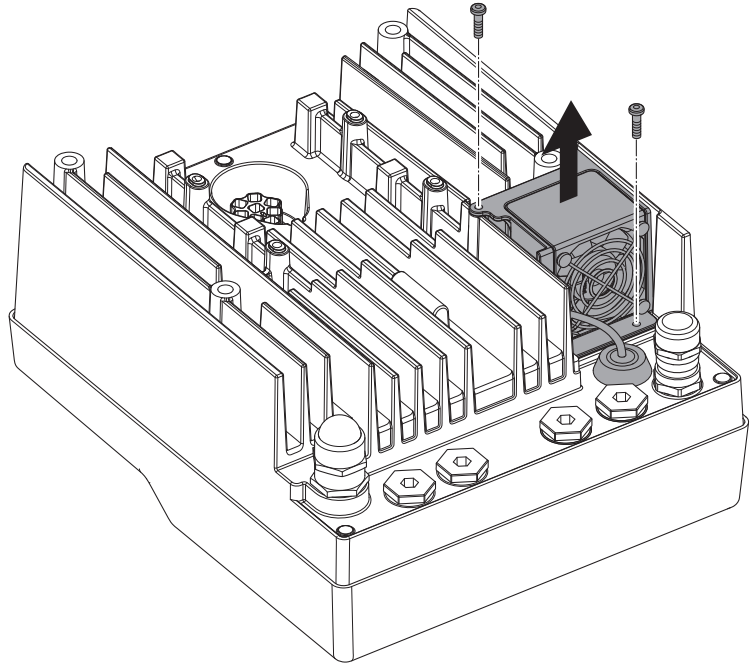

Fig. 47: Moduulituulettimen purkaminen
- Avaa moduulituulettimen ruuvit (Fig. 47).